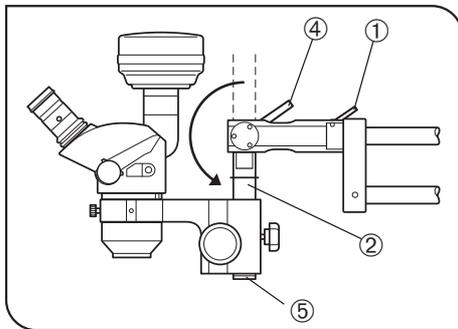

Fig. 23
- b. Afloje la palanca de fijación de inclinación ④ y coloque el eje de montaje ② de forma que quede mirando hacia abajo. (Fig. 23)
- c. Extraiga el tornillo antivuelco ⑤ del cuerpo del microscopio y monte el brazo del soporte SZ2-STX del SZX o el cuerpo del microscopio SZX. (Fig. 23)
- d. Después de montar el cuerpo del microscopio, asegúrese de montar el tornillo antivuelco del cuerpo del microscopio ⑤. (Fig. 23)